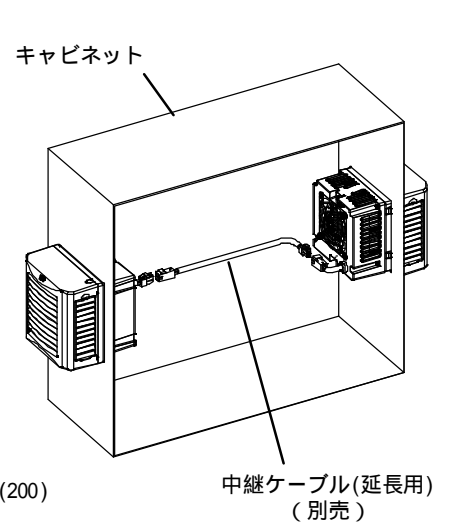

図 15
- クーラ電源ユニットとクーラユニットを離して設置される場合は延長用の中継ケーブルをご用意しておりますので、別途ご用意ください。(図 15)